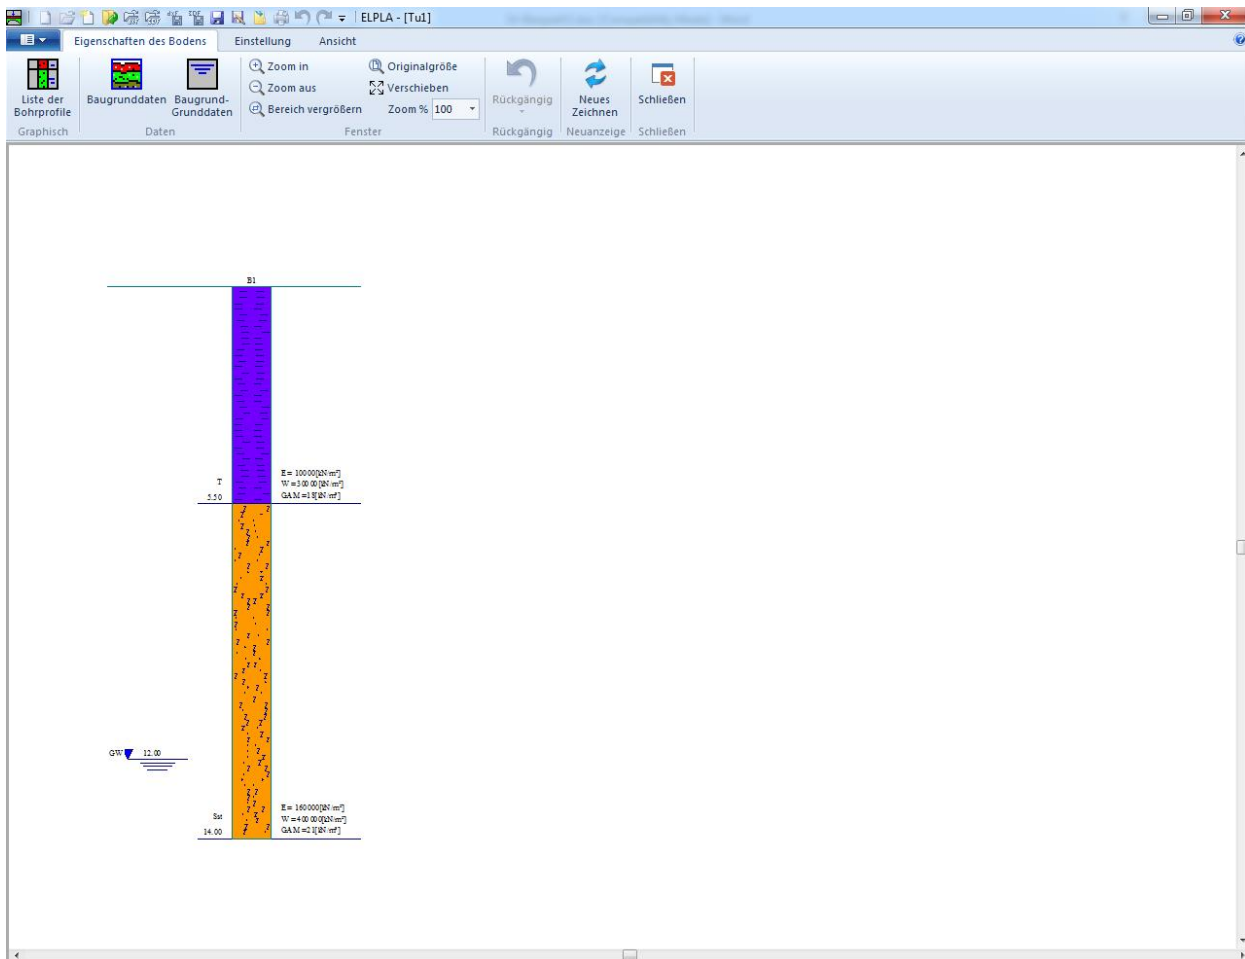
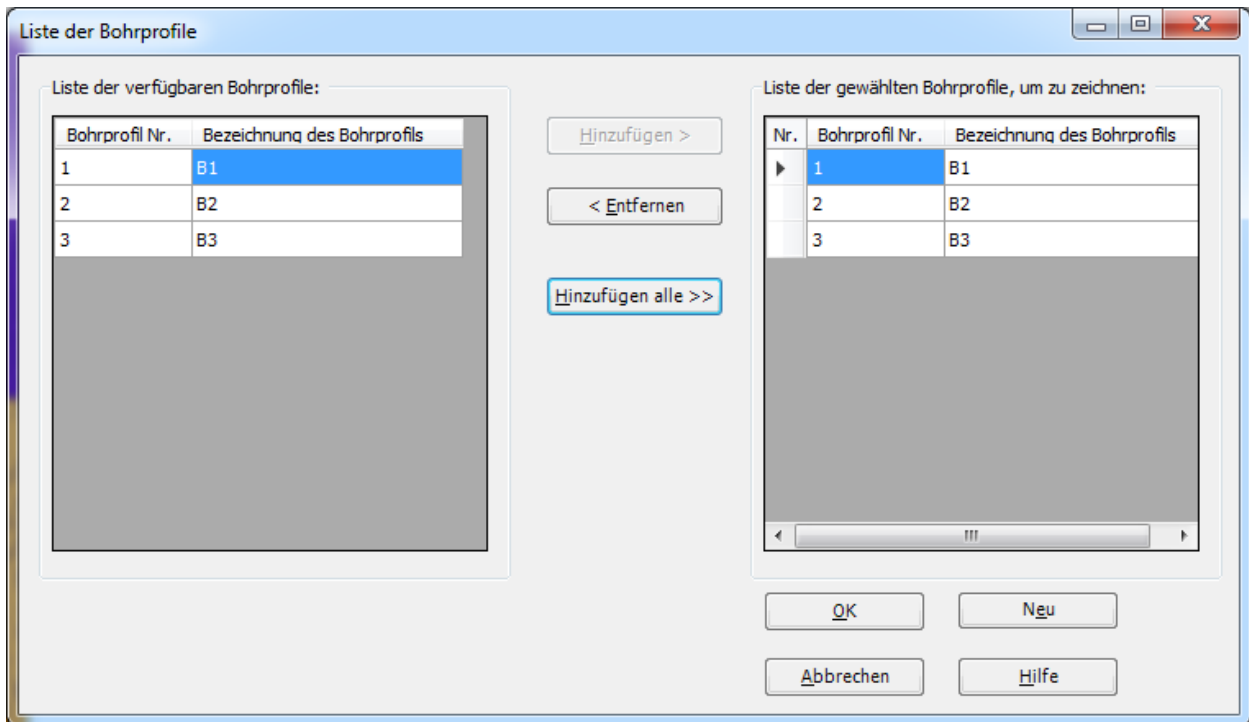
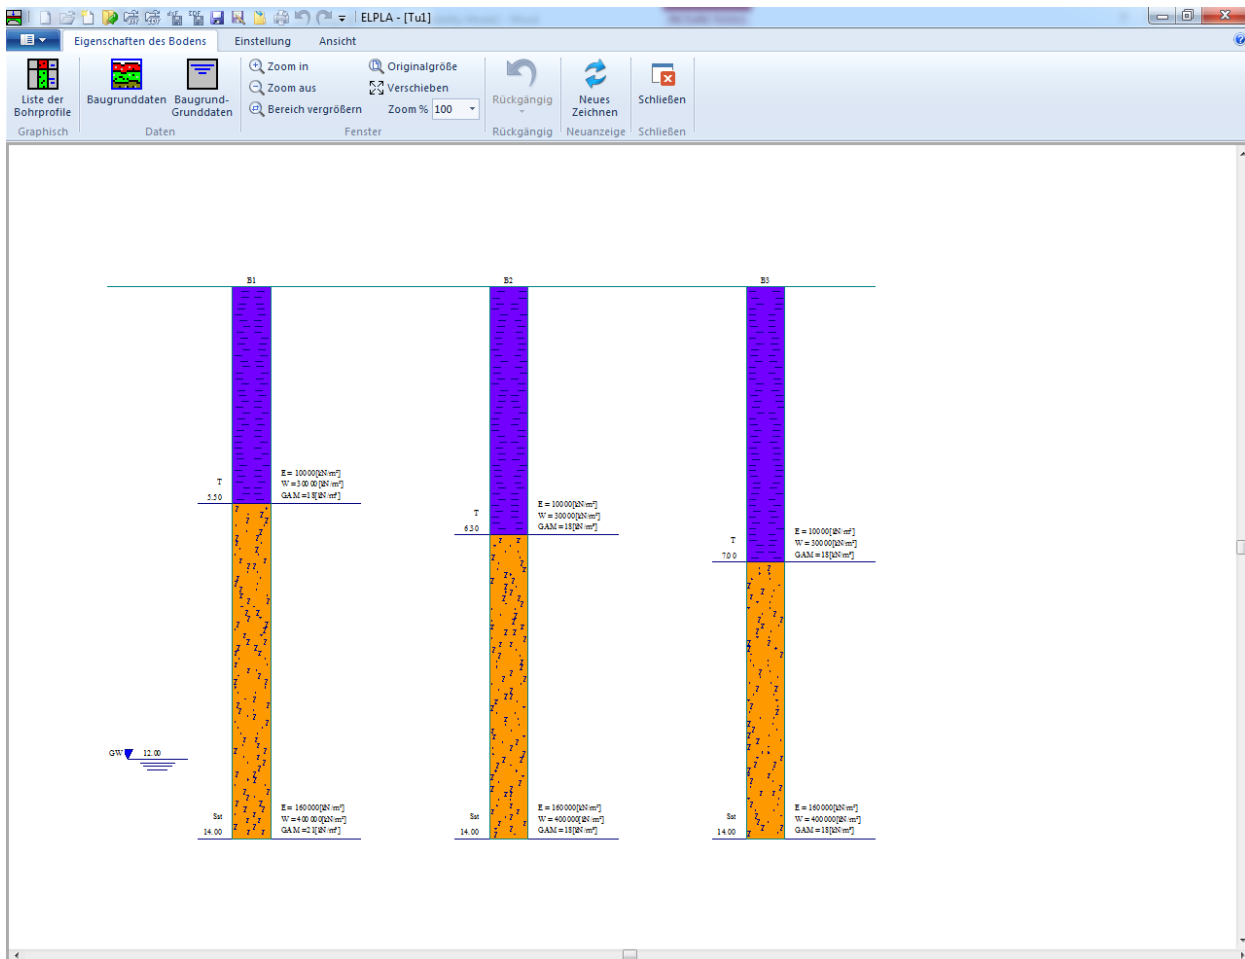

Bild 13.23 Erstes Bohrprofil auf dem Bildschirm
Bild 13.24 Listenfeld "Liste der Bohrprofile"
Bild 13.25 Bohrprofile auf dem Bildschirm
Nach dem Erstellen von Bohrprofilen klicken Sie auf "OK" im Dialogfeld "Baugrunddaten" im Bild 13.22, um die definierten Bohrprofile auf dem Bildschirm zu sehen, wobei der Benutzer die Eingabedaten und Parameter kontrollieren oder modifizieren kann. Als Standardzeichnungsparameter stellt *ELPLA* nur das erste Bohrprofil auf dem Bildschirm dar (Bild 13.23).
- Wählen Sie den Befehl "Liste der Bohrprofile" aus dem "Graphisch"-Menü im Bild 13.23. Das folgende Listenfeld im Bild 13.24 erscheint
- Wählen Sie das Bohrprofil, das Sie zeichnen wollen, aus der Liste der verfügbaren Bohrprofile im Bild 13.24
- Klicken Sie auf "OK" im Bild 13.24. Die gewählten Bohrprofile erscheinen auf dem Bildschirm zur Kontrolle oder um die Bohrprofilaten graphisch zu ändern (Bild 13.25)
- Wählen Sie den Befehl "Baugrund-Grunddaten" aus dem "Daten"-Menü im Bild 13.25. Das folgende Dialogfeld im Bild 13.26 erscheint. In diesem Dialogfeld geben Sie den Abminderungsfaktor für die Setzung $\alpha = 1$ [-] und die Grundwassertiefe unter Gelände $G_w = 12$ [m] ein, wie im Bild 13.26 gezeigt
- Wählen Sie den Befehl "Speichern" aus dem "Datei"-Menü im Bild 13.25, um die Baugrunddaten zu speichern